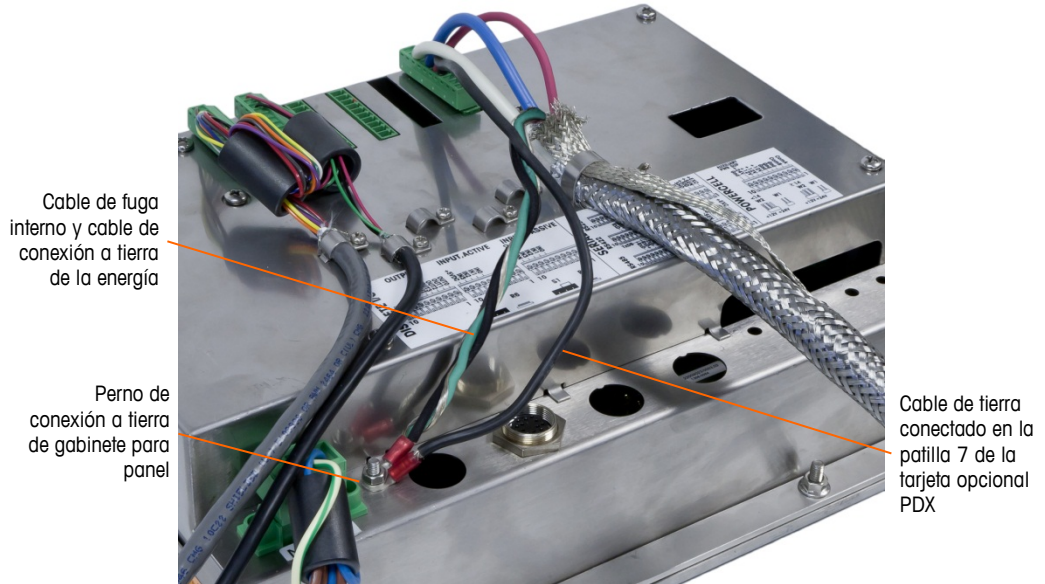

Figura 2-53: Conexión a tierra de energía terminada del cable de conexión PDX, gabinete para montaje en panel
- Para un gabinete para montaje en panel del IND780, haga las terminaciones descritas en el paso 5 en el perno de conexión a tierra externo que se indica en la Figura 2-53.